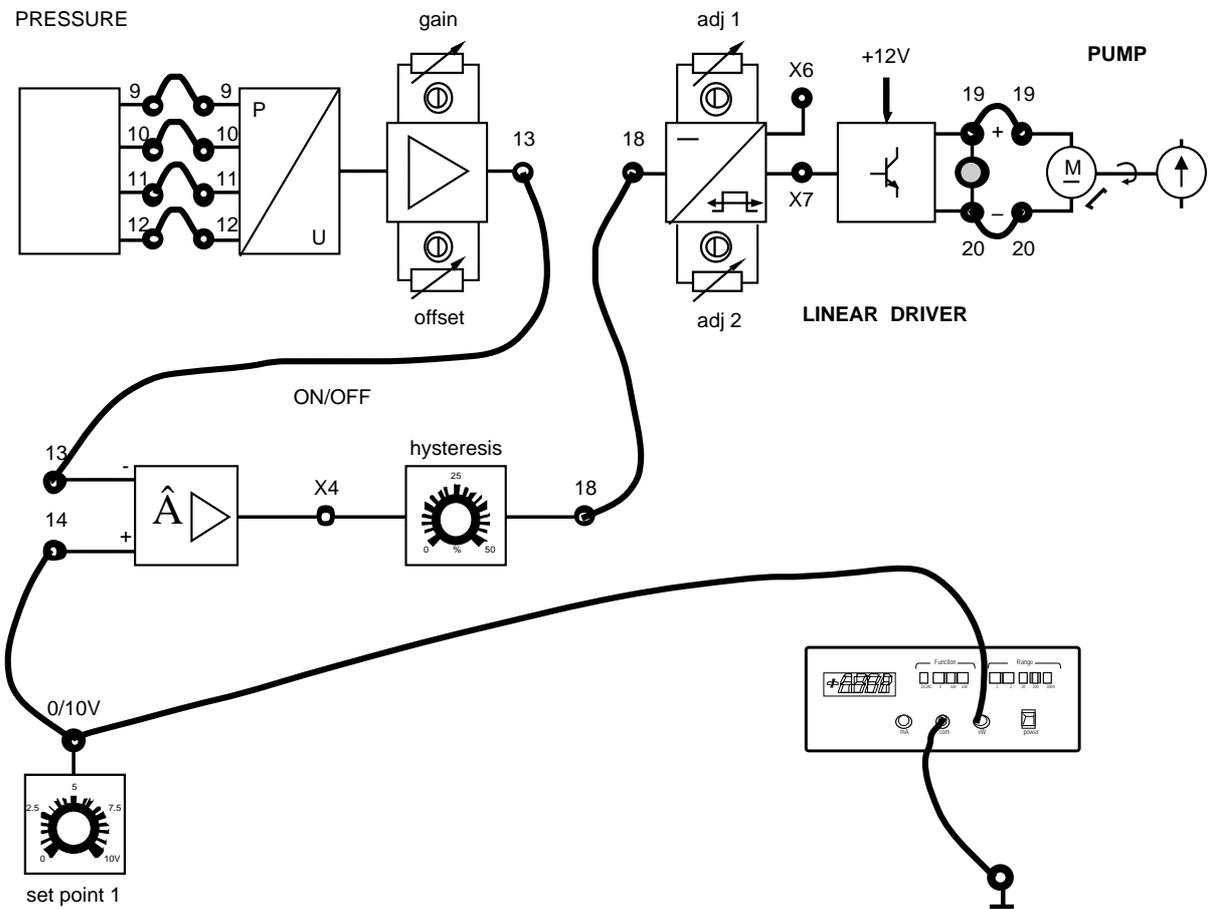

Fig. 27.1
Asegurado del conocimiento de los prerrequisitos, entrega a los alumnos la Ficha 27.1 que representa el cableado del control ON-OFF (fig 27.1) y prepara el panel de simulación del proceso de la siguiente manera:
- 2) Conectar el casquillo 19 del LINEAR DRIVER al casquillo 19 y el casquillo 20 al 20 (ficha 27.1 fig 27.1).
- 3) Conectar el casquillo del SET POINT 1 al casquillo 14 del regulador ON-OFF y el casquillo 13 del interface de presión al casquillo 13 del regulador ON-OFF (ficha 27.1 fig 27.1).
- 4) Introducir un terminal del voltímetro digital, preparado en corriente continua, en el casquillo del SET POINT 1 y el otro en el casquillo de masa (ficha 27.1 fig 27.1).
- 5) Apretar el interruptor general (ON).